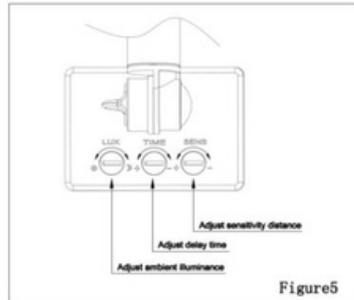

Figure5
5. Remontez le support sur le luminaire. Ajustez le projecteur à la position souhaitée et serrez la vis du support de fixation. Connectez le câble secteur (H05RN-F3G1,0 mm² recommandé) au câble d'entrée de notre produit via la boîte de jonction étanche. Notez la ligne (-) du fil. (voir fig.5) (La boîte de jonction doit être classée IP65 ou supérieure, assurez-vous de serrer la vis étanche)
7. Comment configurer le réglage. (voir fig.5 .6)